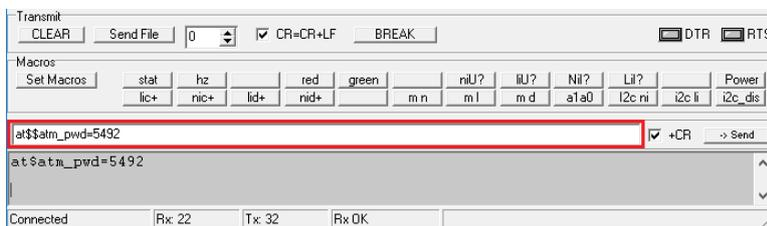

Рис. 3.5 Terminal: команда `at$$$atm_pwd=PASS` для получения доступа к модему ATM
6. Отправить пароль сервисного режима для доступа к модему ATM. Для этого в поле ввода внизу окна ввести команду `at$$$atm_pwd=PASS`, где `PASS` – пароль сервисного режима, и нажать **Send** (рис. 3.5). Пароль по умолчанию: 5492. Пример команды: `at$$$atm_pwd=5492`.